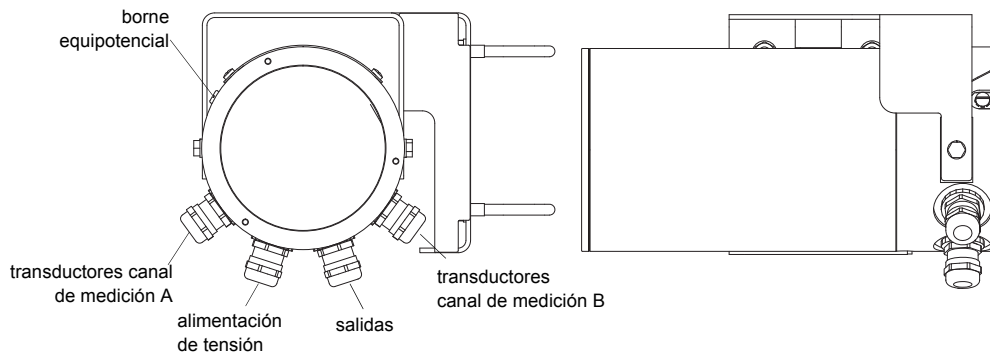

Fig. 7.2: Conexiones del convertidor de medición
- Desmontar el prensaestopas para la conexión de los transductores (véase Fig. 7.2).
La tierra de protección exterior se conecta en el borne equipotencial en la caja del convertidor de medición (véase Fig. 7.2).
- Desmontar el prensaestopas para la conexión de la alimentación de tensión (véase Fig. 7.2).
- Introducir el cable de alimentación en la caja (véase Fig. 7.2).
- Desmontar el prensaestopas para la conexión de las salidas (véase Fig. 7.2).